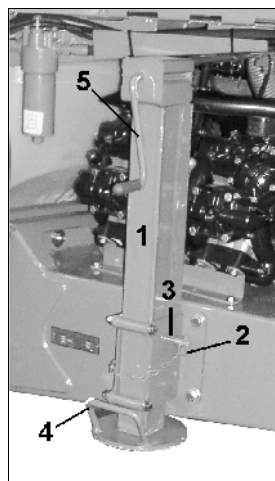

Bild 41
- Lyft upp stödbenet vid arbete eller transportkörning (Bild 41).
1. Ta av låssprinten (Bild 41/2).
2. Dra ut sprinten (Bild 41/3).
3. Lyft upp/ned stödbenet i handtaget (Bild 41/4).
5. Veva upp/ned stödbenet ytterligare med veven (Bild 41/5).